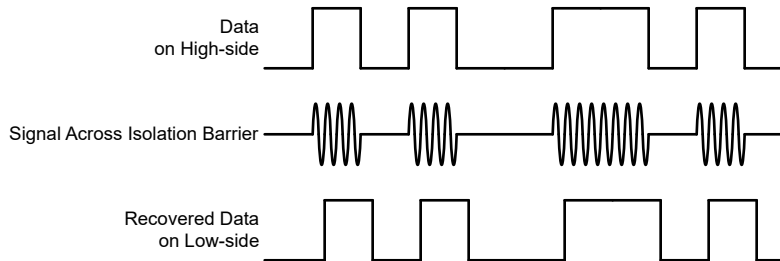

図 6-4. OOK ベースの変調方式
AMC23C15 は、SiO2 ベースの絶縁バリア越しにコンパレータの出力状態を送信するため、図 6-4 に示すオン / オフ キーイング (OOK) 変調方式を採用しています。「機能ブロック図」に示す送信ドライバ (TX) は、デジタル 1 を表すために内部で生成された高周波キャリアを絶縁バリア越しに送信します。デジタル 0 を表す信号は送りません。